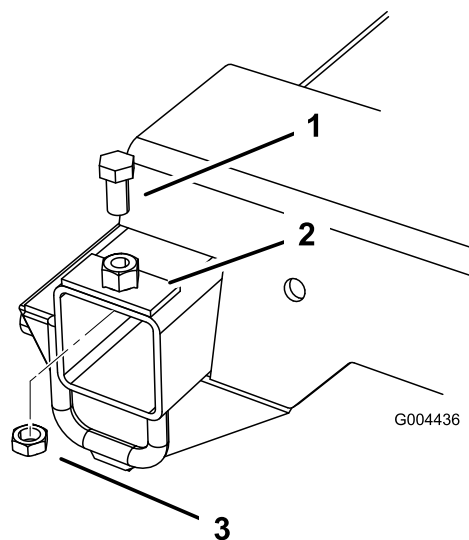

図 4
3. ドリル穴の上にプレートを固定するボルト1/2 x 1インチとジャムナット1/2 インチを使用する 図 4を参照。